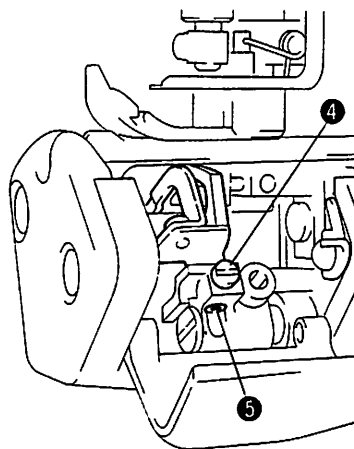

図31
針とルーパーのタイミングの調節(図31、32)
1. 図31を参考に、⑥~⑨の順にカバー⑧をはずしてください。